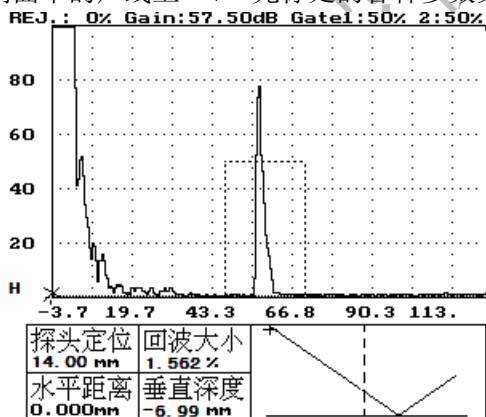

图 22-3
- 5、A、按进入键——确认新输入的探头定位数值，在屏幕下方会显示的工件剖面图，并在图中显示出一条声波在工件中的传播路线，同时在屏幕的波形及工件剖面中的声线上各显示出一个定位光标，并且在屏幕的左侧显示出对应于工件剖面中的声线上“+”光标处的各种参数数值。如图 22-3 所示。